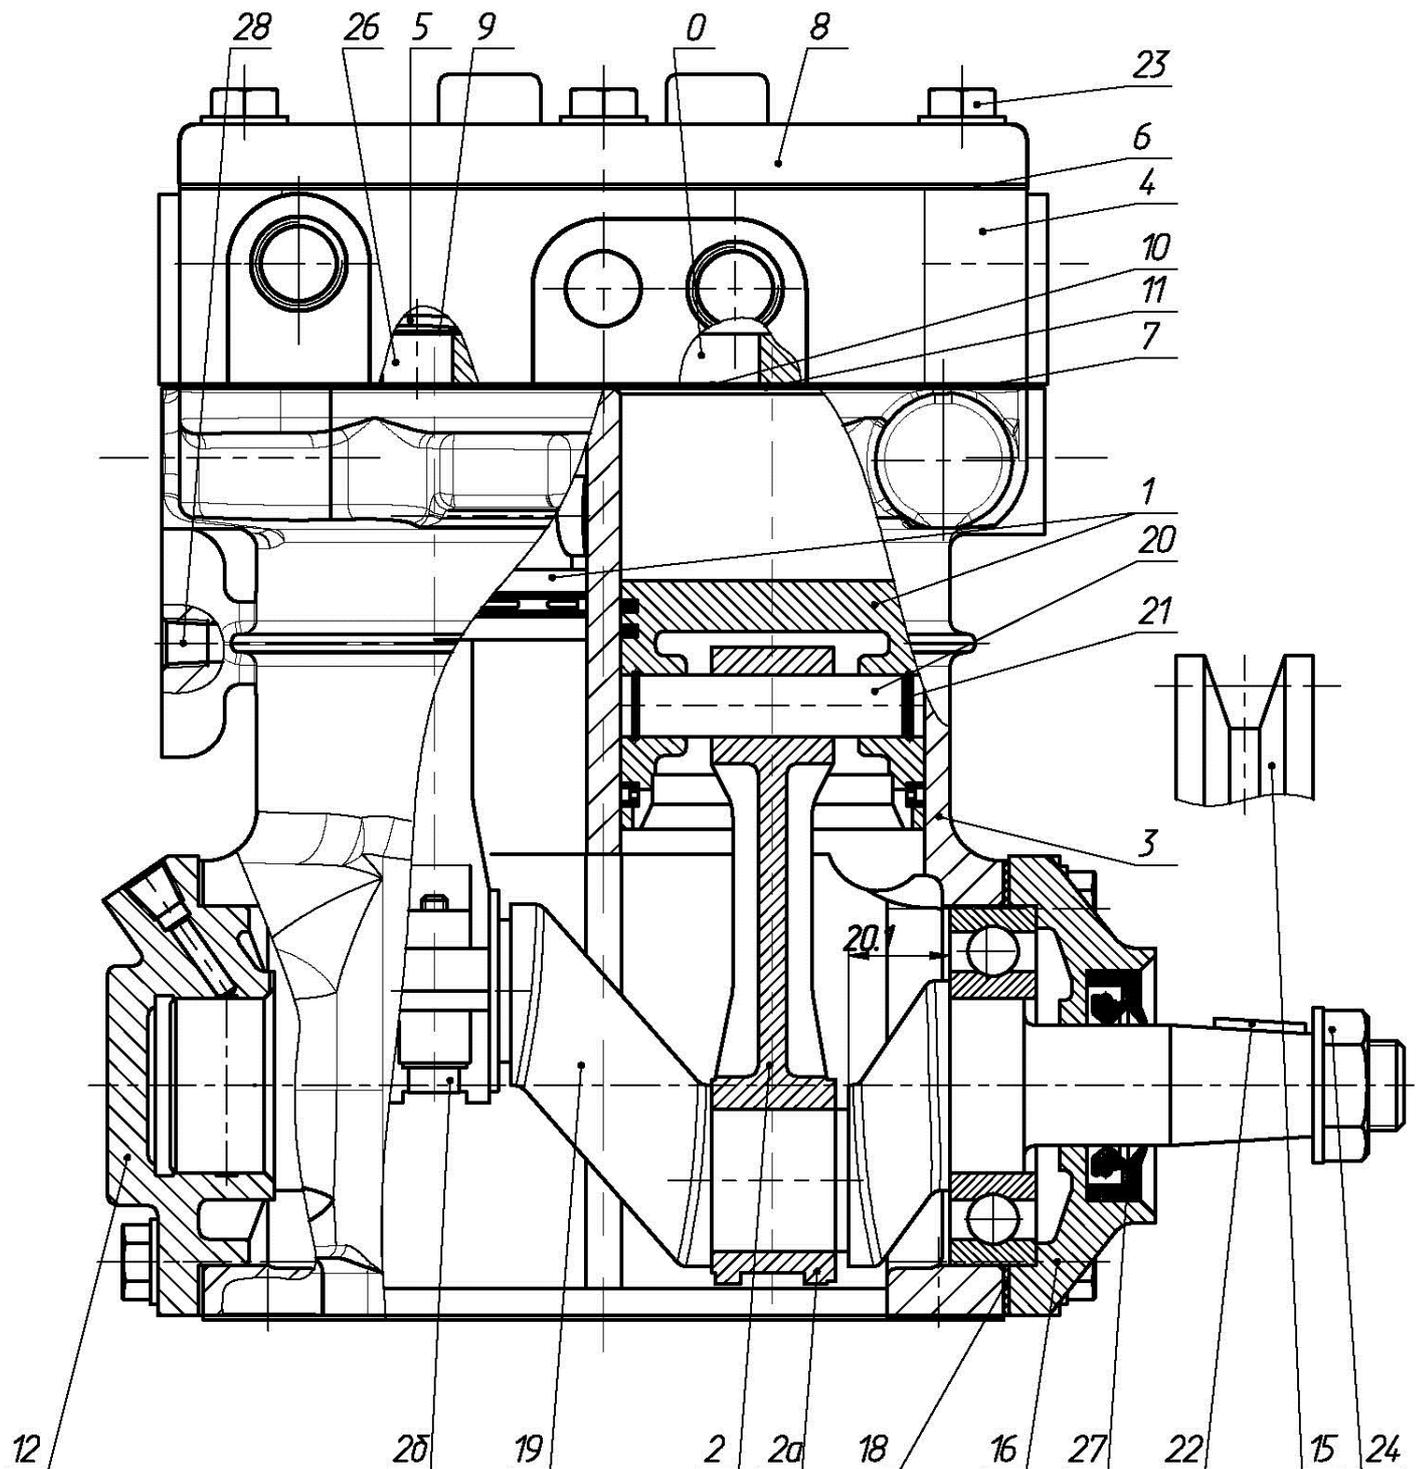

Рис. 1. Принципиальная схема компрессоров:
Разгрузочный узел расположен в крышке головки в сборе поз. 8 и состоит из двух пневмоцилиндров, которые связаны пневмопроводом с отверстием КГ1/8" (поз. 28, Рис.1) на плоскости бобышки, расположенной со стороны крышки задней. Принцип работы узла — отключение
- если регулятор давления установлен на раме автомобиля, то соединительная трубка герметизируется штуцером и отверстием КГ1/8", расположенным на площадке бобышки поз.28 на Рис.1).